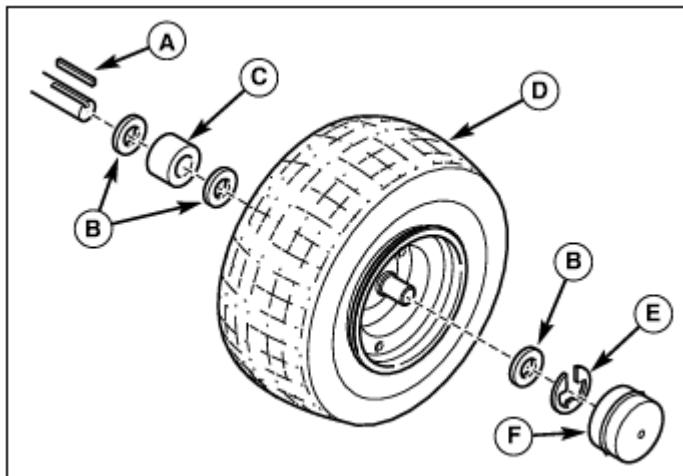

図18 リアアクスル
5. 分解の逆の手順で組み付けます。機械を地面まで下げます。この時キー（図18のA）がキー溝と確実に合っているか確認して下さい。